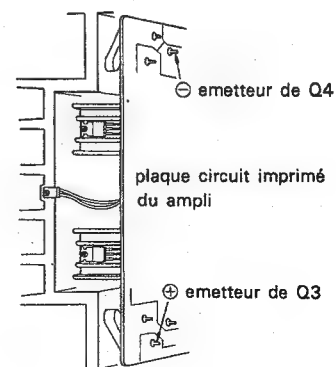

Fig. 4 Réglage du courant de déplacement
2. Branchez le voltmètre c.c. sur l'émetteur de Q3 et Q4, comme le montre la figure 4.